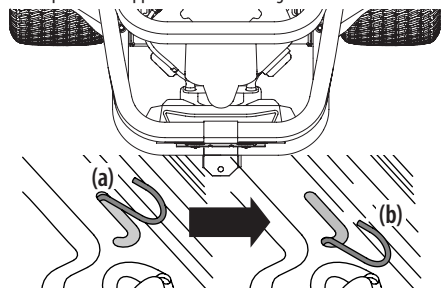

Figure 1
1. Pour engager les goupilles de dérivation de transmission, tirez la goupille vers l'arrière (a), puis insérez-la dans la section inférieure de la fente en forme de « J ». Répétez cette étape du côté opposé. Consultez la Figure 1.